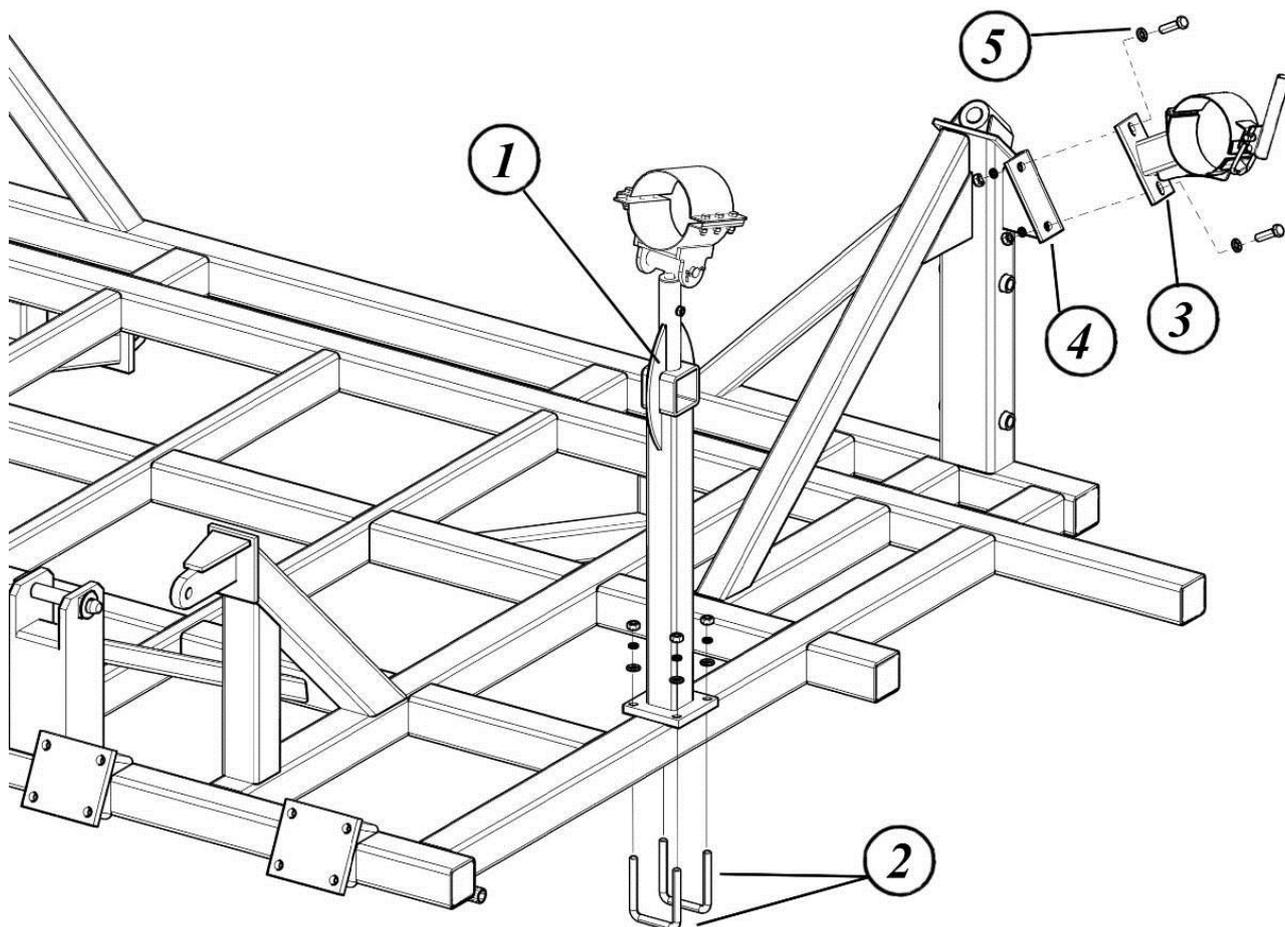

Рис. 5.2.1.
5.2.1. Установите стойку шнека в сборе 1 на крайней трубе рамы справа по ходу движения посевного комплекса, как показано на рис.5.2.1. Закрепите её с помощью стремянок 2 (M16x100) и гаек M16, подложив плоскую и пружинную шайбы.
5.2.2. Установите хомут шнека 3 на кронштейн на передней правой башне рамы 4 с помощью болтов 5 (M16x60), гаек М16 и шайб пружинных Ø16мм, подложив с двух сторон шайбы плоские Ø16мм. Крепление предварительное, туго не затягивать (рис.5.2.1).